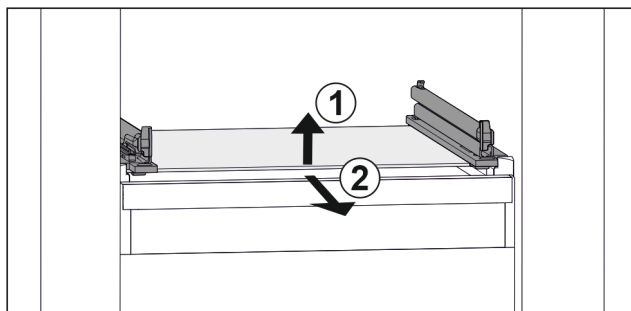

Fig. 74 Примерное отображение стеклянной пластины
- ▶ Приподнимите стеклянную пластину спереди. Fig. 74 (1)
- ▶ Извлеките стеклянную пластину движением вперед. Fig. 74 (2)